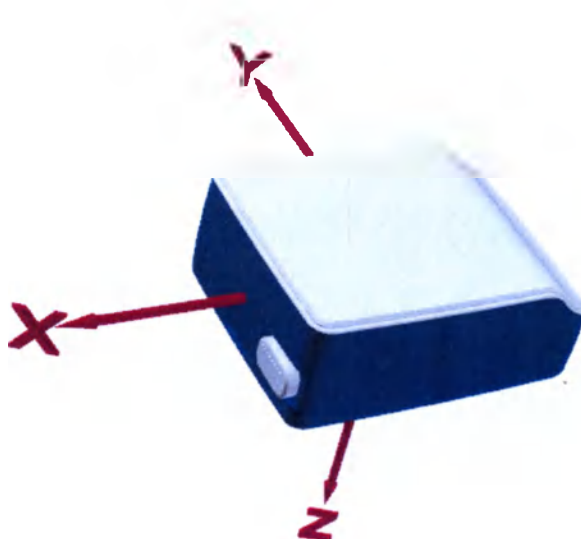

Рис.3
4.3 Система регистрации биомеханических параметров. Это система регистрации кинематических параметров движения. Данная система построена с использованием трёхкомпонентных гироскопов и акселерометров, которые регистрируют изменения в трёх взаимно-перпендикулярных плоскостях (рисунок 3).